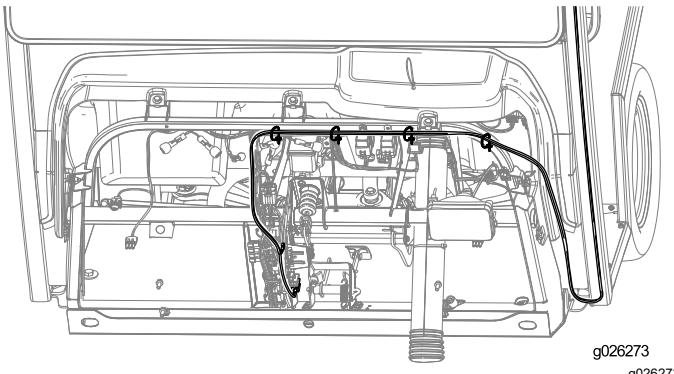

Figura 33
1. Dirija el arnés de cables según se muestra en la Figura 33 y sujetelo con las 4 briduras.